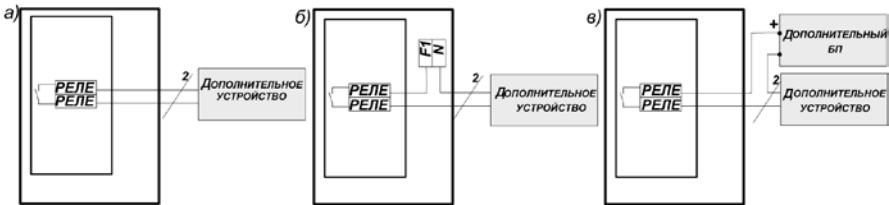

Рис.1
Переход в требуемый режим программирования осуществляется из соответствующего ему режима просмотра (т.е. переход в режим программирования адреса устройства осуществляется только из режима просмотра адреса). Текущий режим программирования индицируется миганием соответствующего светодиода. В режимах «Программирование 1», «Программирование 2», «Программирование 3» установки программируются изменением положения DIP-переключателя (см. Рис.1 Приложение В) (например: для активации датчика № 4 необходимо переключить DIP – переключатель №4). При этом, светодиоды №1-4, соответствующие датчикам №1-4, индицируют перечень датчиков, от которых активируются выходы «Клапан» и «Реле».
- 2.1.1 Разметить и просверлить на монтируемой поверхности 4 крепежных отверстия диаметром 8мм в соответствии с Рис. 1 Приложения Г.
Электрический монтаж рекомендуется выполнять согласно Рис.1 Приложения В в приведенной ниже последовательности.
2.2.4 Подключить светозвуковой оповещатель к клеммам «РЕЛЕ1» на плате «ТТ901», соблюдая полярность при подключении. Варианты подключения вспомогательных устройств смотри на Рис.1.